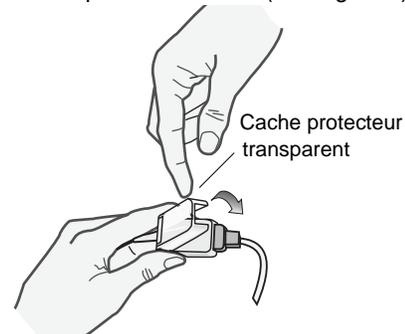

Figure 6
5. Abaissez le cache protecteur en plastique transparent sur la connexion pour la sécuriser (voir Figure 6).
7. Abaissez le cache protecteur en plastique transparent sur la connexion pour la sécuriser (voir Figure 6).